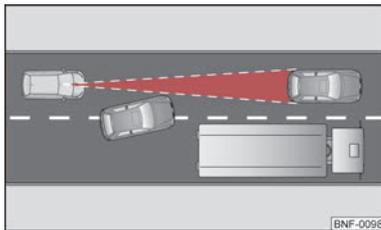

Abb. 68 Fahrspurwechsel anderer Fahrzeuge.
- Fahrzeuge, die in geringem Abstand auf die Fahrspur wechseln, können eine unerwartete Bremsung des City Save Drive-Systems auslösen ⇒ Abb. 68.